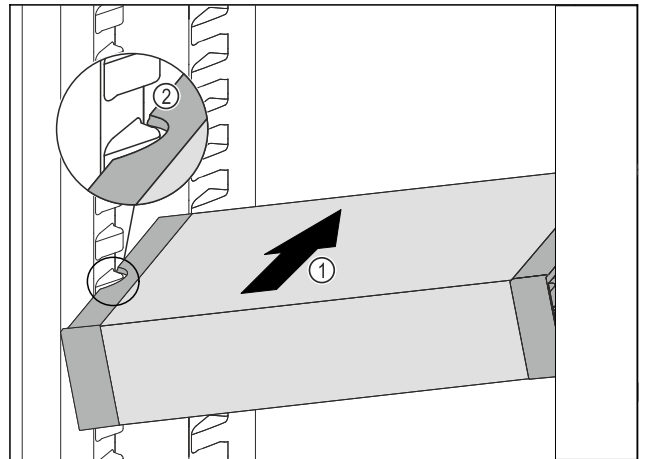

Fig. 114
- ▶ A VarioSafe fiókot ferdén tolja be a hűtőrészbe Fig. 114 (1) annyira, hogy a VarioSafe oldalsó kivágásai Fig. 114 (2) a hűtőrészben a tartóborða magasságában legyenek.